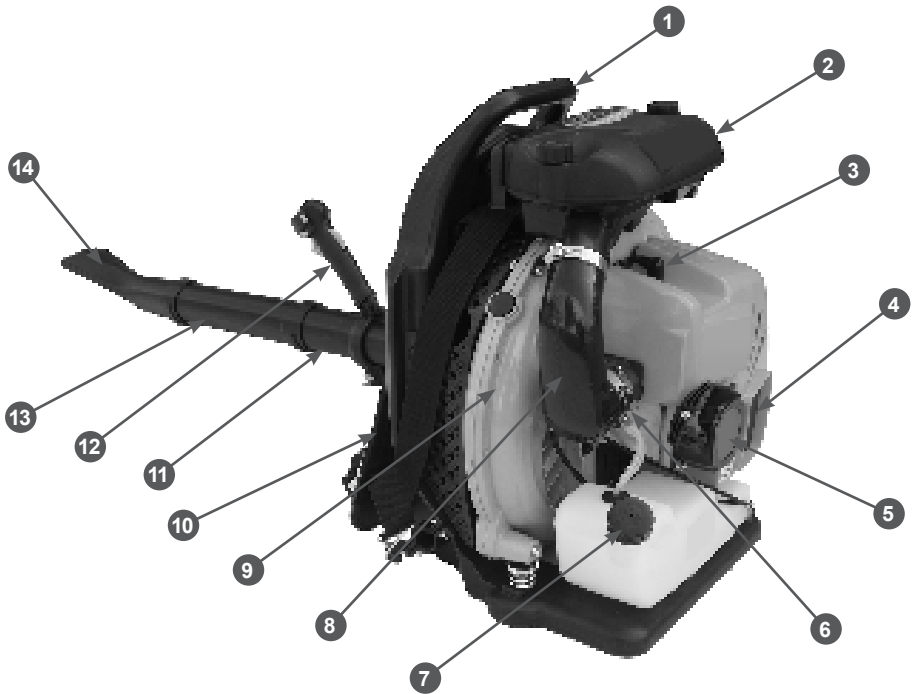

Рис. 1 Основные узлы и органы управления
Расположение основных узлов и органов управления воздуходувки представлено на Рис. 1.
4. Медленно открутите крышку топливного бака 7 (Рис. 1).